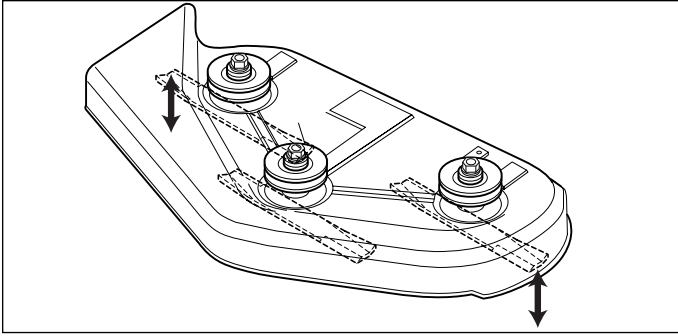

Figure 27. Orientez les lames de côté à côté
3. Placez le levier de hauteur de coupe de la tondeuse dans le quatrième cran de réglage à partir du bas. Disposez les lames extérieures de la tondeuse de sorte qu'elles soient dirigées d'un côté et de l'autre (Figure 27).
4. Mesurez la distance entre les pointes extérieures de chaque lame et le sol (Figures 27 et 28). Cette distance doit faire 7,6 cm (3") \pm 3 mm (1/8"). S'il y a plus de 3 mm (1/8") de différence entre les mesures de chaque côté, passez à l'étape 5. Si la différence reste inférieure à cette valeur, passez directement à l'étape 6.